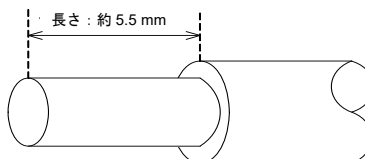

図5 被覆ストリップ長さ
- 2) 電線の先を図5のように剥いで、端子のねじをしっかりと締め付けてください。